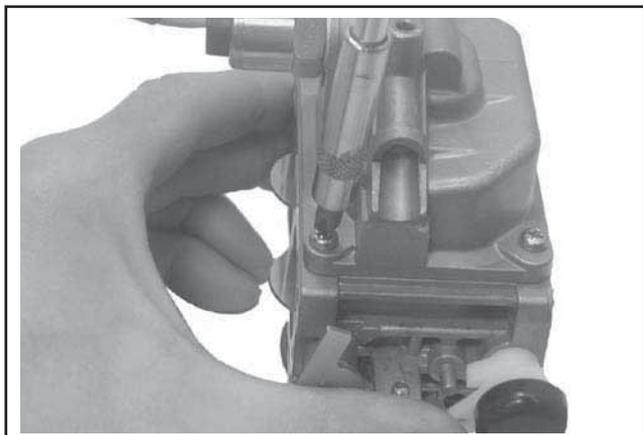

Figure 5-32. Installation de la cuve du carburant.
16. Une fois la bonne hauteur du flotteur obtenue, réinstaller soigneusement sur le carburateur la cuve du carburant en utilisant de nouveaux joints toriques d'étanchéité. Fixer à l'aide des quatre vis originales. Serrer les vis à $2,5 \pm 0,3 \text{ N}\cdot\text{m}$ ($23 \pm 2,6$ pouces lb). Voir la Figure 5-32.